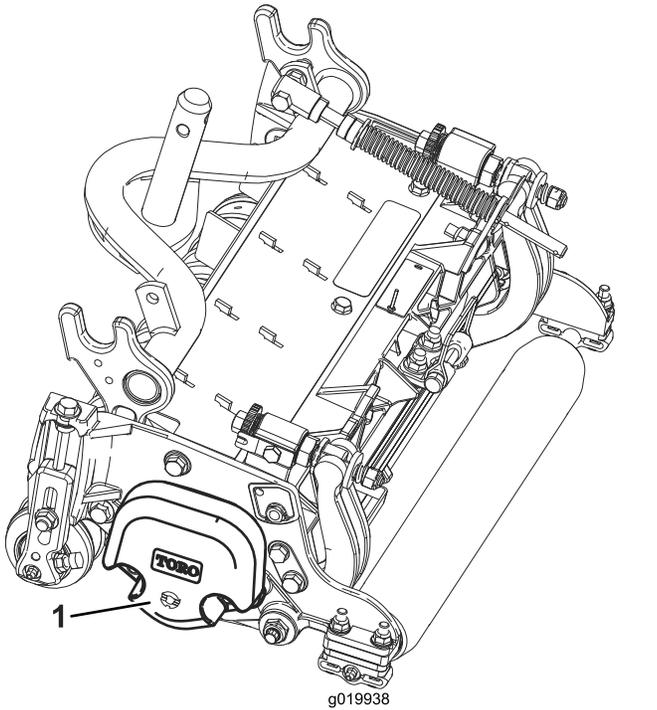

图 3
4. 按照滚刀组图 3 操作员手册的说明确保将配重块安装到滚刀组正确的一端上。